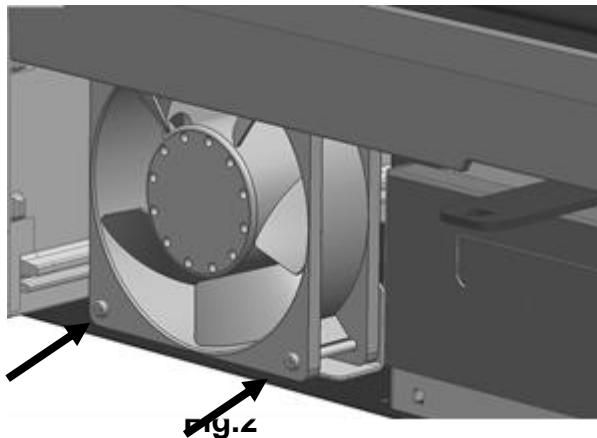

Fig.2
2. Svitare le viti che fissano i ventilatori (Fig. 2)
B - Spostare il deflettore verso il basso per liberare il pezzo (Fig. 2).